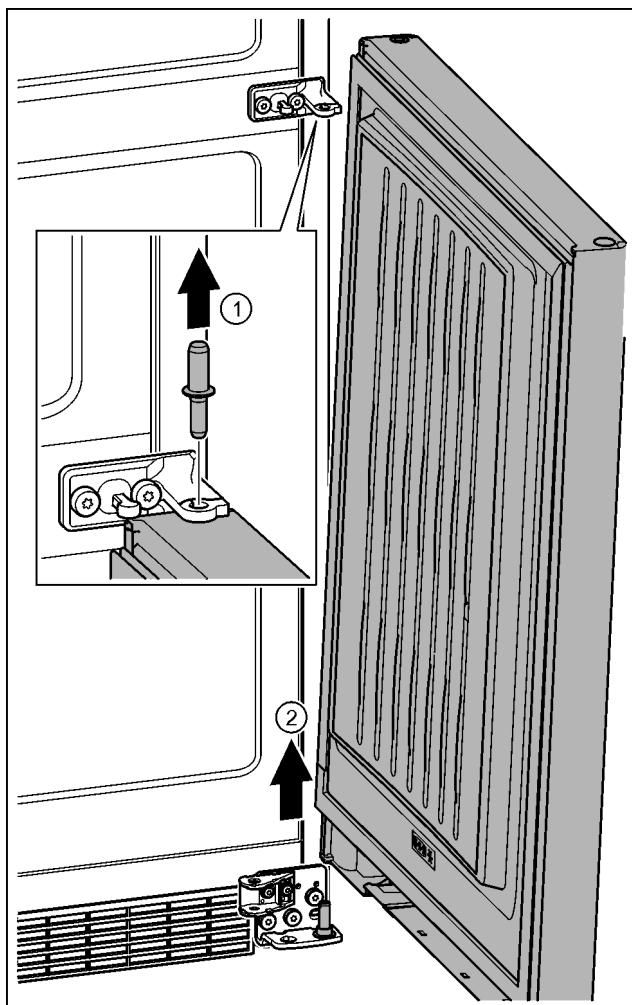

Fig. 22
- ▶ Extrageți în sus bolțul. Fig. 22 (1)
- ▶ Pivotați ușa în exterior, trageți în sus și așezați-o în lateral. Fig. 22 (2)